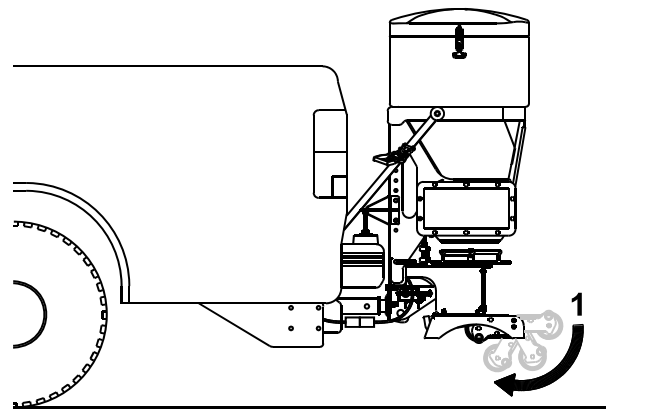

Bild 22
8. Treten Sie auf die Räder der Haltevorrichtung, um sie unter die Vorrichtung zu klappen (Bild 22).